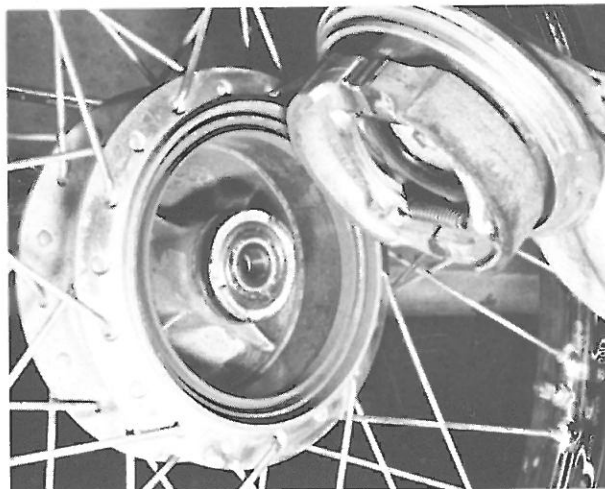

Bild 211
- Die komplette Vorderradbremse mit Ankerplatte lässt sich aus der Trommel ohne weiteres herausnehmen, wenn man die Vorderachse und das Vorderrad zuvor gemäss Ziffer 5.2.1 demontiert hat (Bild 211).